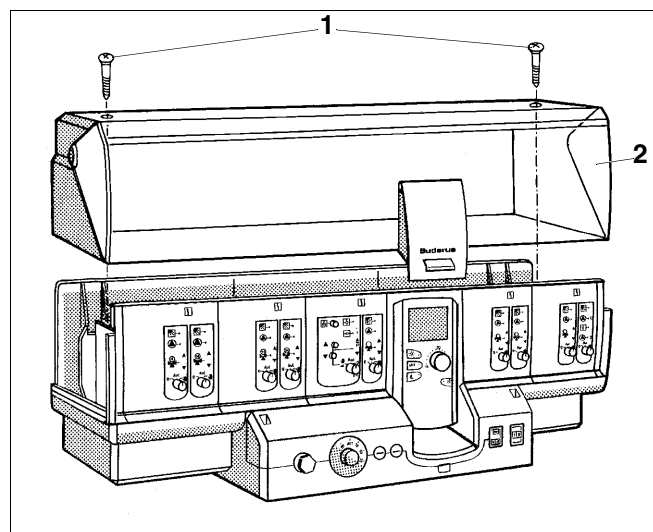

Fig. 56 Enlever le cache-bornes;
- Desserrer les deux vis (fig. 56, **pos. 1**) du cache-bornes (fig. 56, **pos. 2**).
- Retirer le cache-bornes (fig. 56, **pos. 2**).